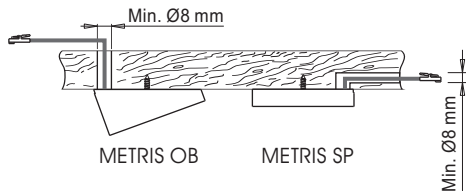

Fig 6
- If necessary, bore a  $\varnothing$  8mm exit hole for the power supply cable as illustrated in figure 6.
- Für den Austritt des Netzkabels ggf. eine Bohrung mit  $\varnothing$  8 mm ausführen (siehe Abb. 6).